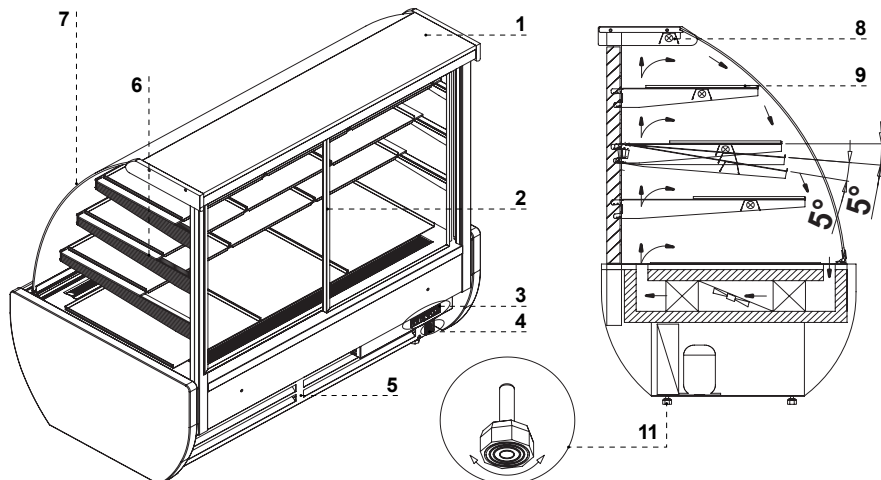

Рис.1 Конструкция оборудования «Jamajka»
- Оборудование установить на ровном и достаточно жестком основании, а затем выровнять при помощи ножек РРис.1/11 (стр.35)